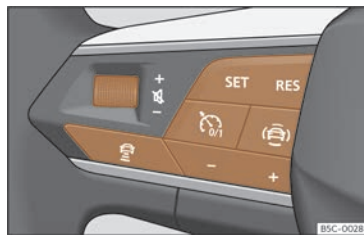

Fig. 156 Sur le volant multifonction : boutons de commande de l'ACC.
Votre véhicule dispose d'ACC s'il dispose du menu de configuration dans le système d'infodivertissement » page 94, et s'il dispose des boutons de la fonction ACC sur le volant multifonction » fig. 156
- Pour démarrer la régulation, appuyez sur le bouton **SET** » » fig. 156 .
Pour programmer la vitesse, appuyez sur les boutons + ou - » » fig. 156 jusqu'à la vitesse souhaitée. Le réglage de la vitesse s'effectue par intervalles de 10 km/h (5 mph).
- Appuyez sur le bouton  puis sur le bouton + ou - » » fig. 156 .